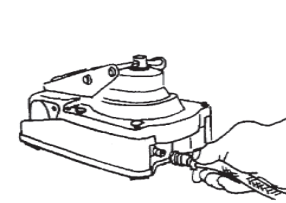

図4
- ※ 4) クイックカプラーをフレームの正面のへこみ面のニップルに、カチッと音がするまで押し付けてください(図4)。これで、本器は使用可能です。